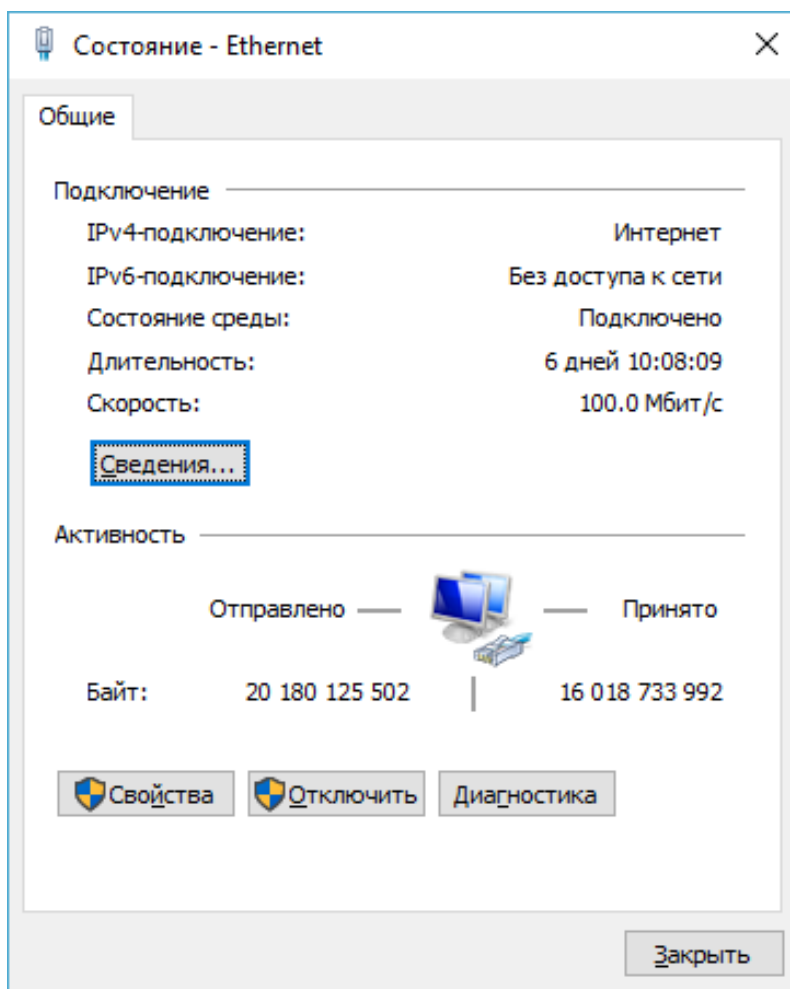

Рисунок 4.7 – Окно состояния локальной сети
- В появившемся окне нажмите кнопку **Свойства** (см. рис. 4.7). Выберите версию интернет-протокола в соответствии с вашими потребностями (например, **IP версии 4 (TCP/IPv4)**). Далее нажмите кнопку **Свойства**, чтобы установить сетевые параметры ПК. Введите IP-адрес и прочую сетевую информацию о компьютере. Нажмите **ОК**, чтобы выйти и применить сетевые настройки.